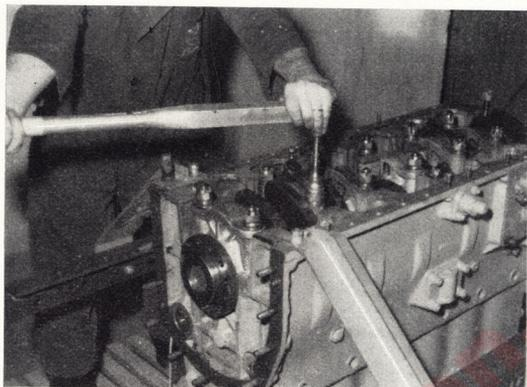

Fig. 103.—Apretado de los sombreros con llave dinamo­métrica
4. Colocar en el primer sombrero suplementos para compensar la altura que ocupará la bomba de aceite y arandelas y tuerca en todos los espárragos de fijación de los sombreros, previo aceitado de dichos espárragos y apretarlas alternativamente con llave dinamométrica (fig. 103) hasta alcanzar un par de 23,5 mkg. Confrontar los taladros para el pasador de la tuerca apretándolas hasta conseguir (sin rebasar) los 26,5 mkg.